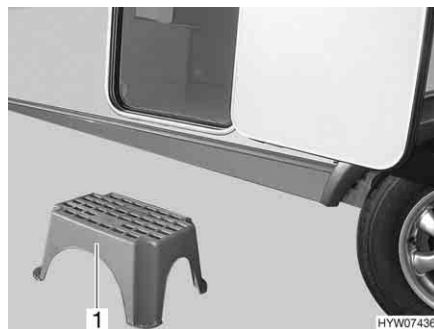

Fig. 21 Marchepied (amovible)
- Poser le marchepied (Fig. 21,1) devant l'entrée de la caravane.